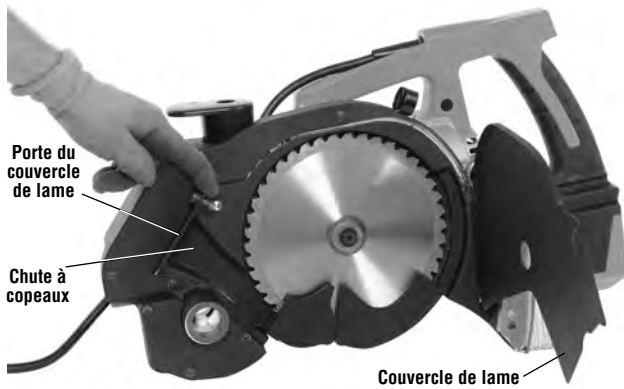

Figure 18 – Chute à copeaux et logement
3. Ouvrez le couvercle de lame (Figure 18).
4. Nettoyez la lame avant de l'examiner. Assurez-vous que la chute à copeaux et le logement qui l'entoure sont propres (Figure 18). Notez que les copeaux de coupe risquent d'être brûlants. Afin de limiter les risques d'incendie, ne laissez pas de copeaux brûlants entrer en contact avec des matières combustibles.